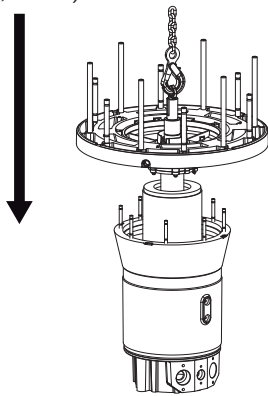

Imagen 33: Montaje del alojamiento del motor (J 604)
**J 604:** Use la grúa para colocar el alojamiento del motor en posición vertical boca abajo sobre la cámara de conexiones. Monte los tornillos prisioneros en el alojamiento del motor. Coloque una argolla en el extremo del eje del rodete. Suba la unidad del rotor con la cámara de aceite y empiece a bajarlo sobre el alojamiento del motor. Engrase y monte el anillo tórico en el alojamiento del motor. Deje un espacio entre el alojamiento del motor y la cámara de aceite para que se puedan conectar los sensores de humedad y de los rodamientos. (Imagen 33)